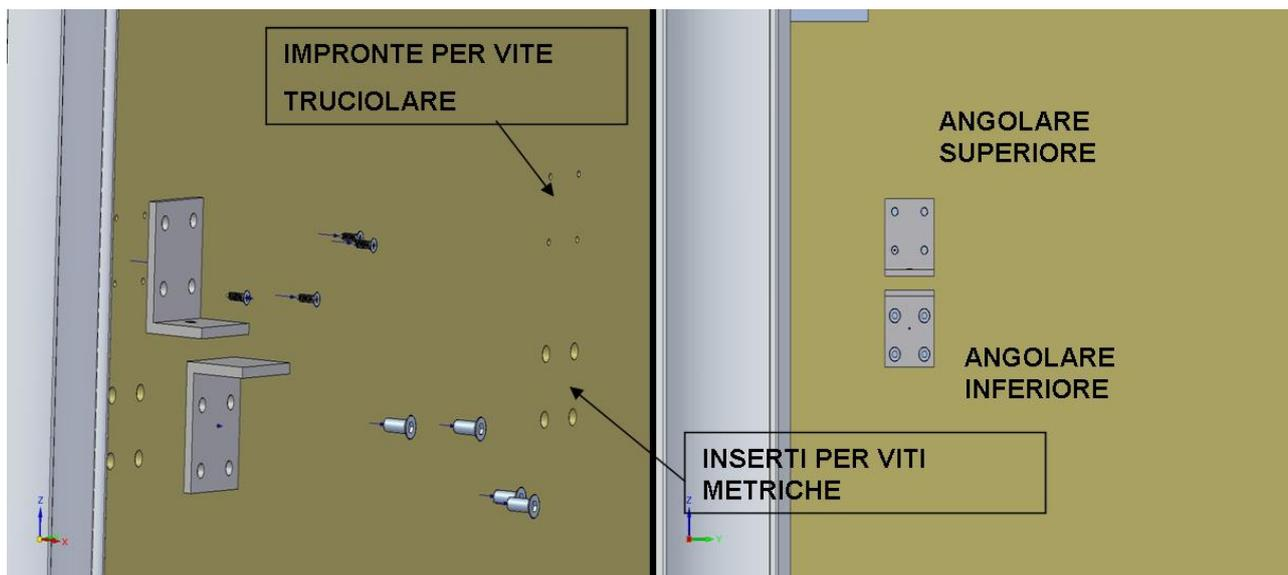

Figura 6
1) Posizionare gli angolari superiore ed inferiore con le viti in dotazione .L'angolare superiore andrà fissato nelle impronte sullo schienale con delle viti per truciolare,quello inferiore con delle viti metriche negli inserti filettati dello schienale figura 6